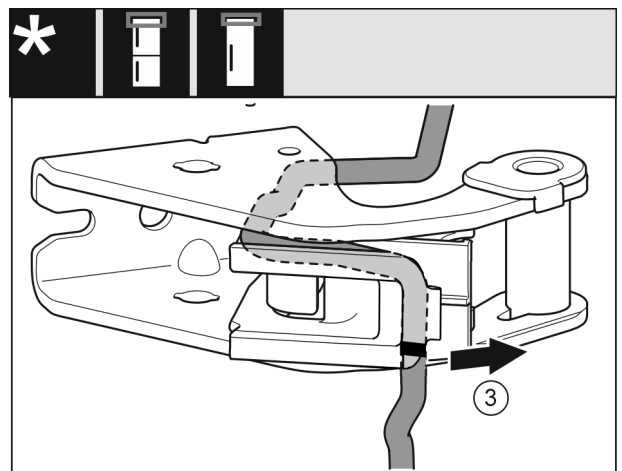

Fig. 18
- ▶ Çmontoni kabllon bashkë me mbajtësen e kabllos nga bazamenti mbështetës. Fig. 18 (3)